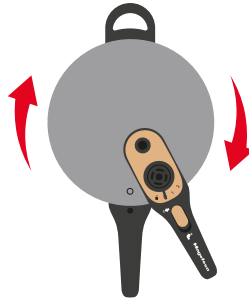
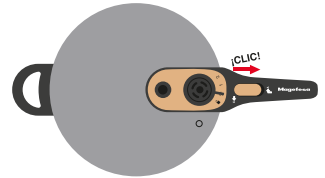

FIG. 6
FIG. 7
4. Presione la tapa (1) ligeramente y gírela en el sentido de las agujas del reloj (FIG. 6) hasta que el mango superior (5) y el mango inferior (10) coincidan, entonces, escuchará un "clac" (FIG. 7).
5. El botón de apertura (4) retrocederá automáticamente. La olla estará correctamente cerrada. Si usted no cierra adecuadamente la tapa (1), el botón de apertura (4) no se moverá. Incluso si usted pone la olla sobre la fuente de calor, el vapor empezará a liberarse a través del sensor de presión (2).
6. Para generar presión, gire la válvula de regulación (3) a la posición 1 o 2. Si mantiene la válvula reguladora de presión en la posición  no se generará presión alguna en el interior de la olla.